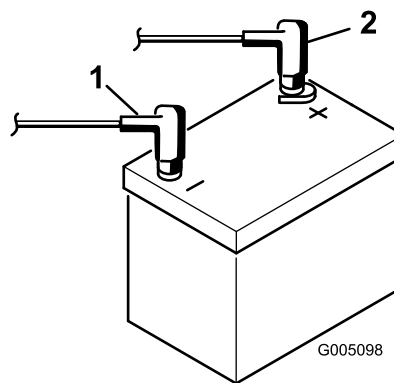

Figure 7
8. Raccordez le câble positif (rouge) de la batterie à la borne positive (+) et le câble négatif (noir) à la borne négative (-) et fixez-les en place avec les vis et les écrous (Figure 7). Placez le capuchon en caoutchouc sur la borne positive pour éviter les courts-circuits.